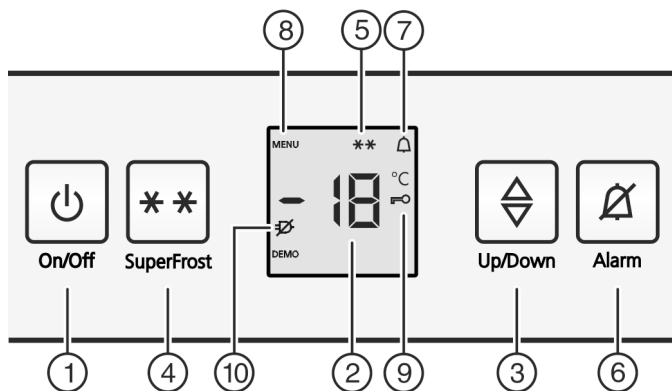

Fig. 2
- Simbolul SuperFrost Fig. 2 (5) se aprinde intermitent împreună cu afișajul pentru temperatură.\*
- ▶ Apăsați tasta On/Off Fig. 2 (1).
- ▶ Activarea modului de reglare: Apăsați tasta SuperFrost Fig. 2 (4) timp de cca. 5 secunde.
- ▷ Pe afișaj apare simbolul Meniu Fig. 2 (8).
- ▶ Confirmați printr-o scurtă apăsare a tastei SuperFrost Fig. 2 (4).
- ▷ Simbolul protecției pentru copii Fig. 2 (9) se aprinde pe afișaj.
- ▶ Apăsați scurt tasta On/Off Fig. 2 (1).
- ▶ Activarea modului de reglare: Apăsăți tasta SuperFrost Fig. 2 (4) timp de cca. 5 secunde.
- ▷ Simbolul protecției pentru copii Fig. 2 (9) se stinge.
- ▶ Apăsăți scurt tasta On/Off Fig. 2 (1).
- ▶ Apăsăți tasta Alarm Fig. 2 (6).
Totodată clipește și indicatorul de temperatură și simbolul Alarm Fig. 2 (7).
Avertizorul acustic este dezactivat automat, simbolul Alarm Fig. 2 (7) se stinge și indicatorul de temperatură încetează să mai clipească, atunci când temperatura revine la o valoare suficient de scăzută.